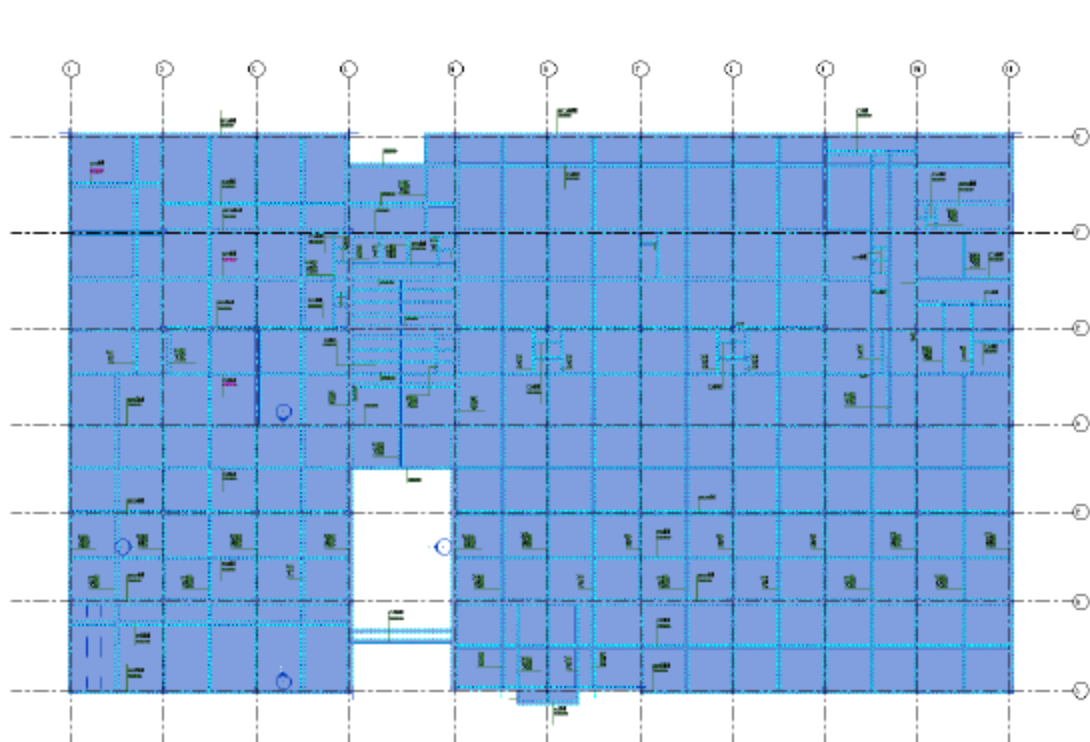
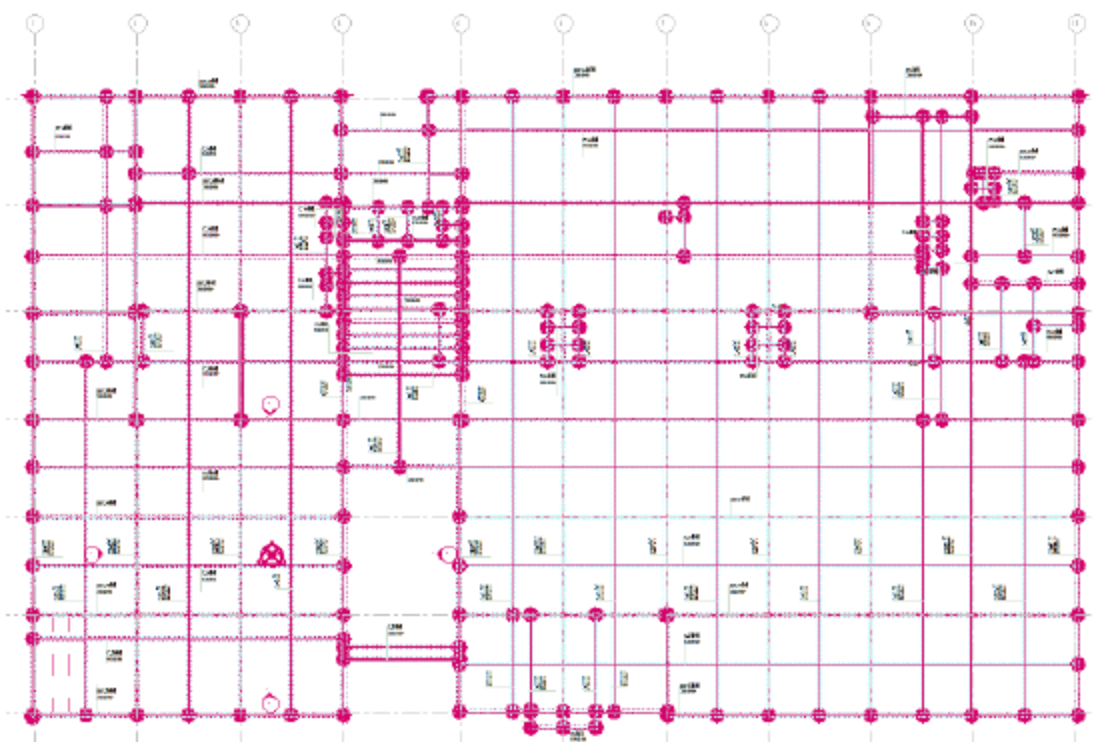

图 5.2.6 框选图元
图 5.2.7 显示隐藏图元
(5) 隐藏不需要的图层。切换到结构平面中的“出屋面”视图，框选如图 5.2.6 所示图元，右击“在视图中隐藏”，在弹出的快捷菜单中选择“图元”命令，将多余图元全部隐藏。如果在出屋面层结构全部绘制完成后，可选择“显示隐藏的图元”命令，恢复原本的图形，如图 5.2.7 所示。